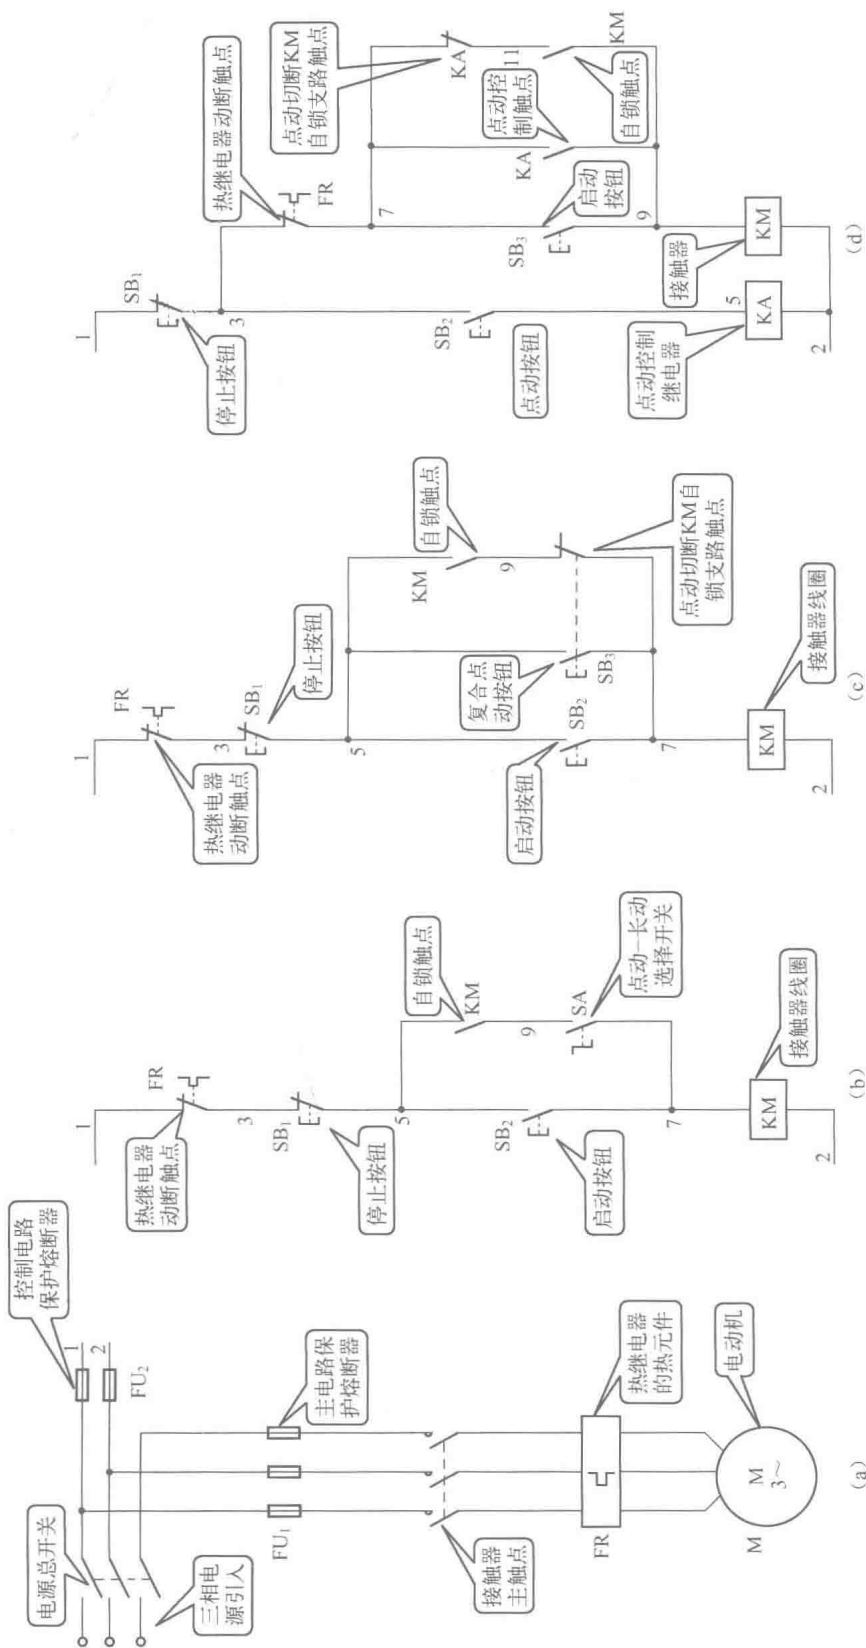

图 1-2-3 电动机单向运行的点动 / 长动控制电路
电动机单向运行的点动/长动控制电路如图 1-2-3 所示, 其中图 1-2-3 (a) 为主电路。
(1) 带手动开关的点动/长动控制电路 (见图 1-2-3 (b))